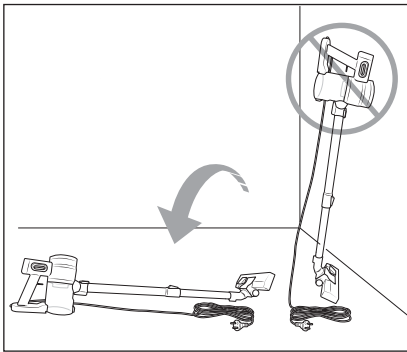

Fig. 4
- ▶ Nu încercați să așezați aspiratorul în poziție verticală atunci când, pentru un timp, doriți să îl opriți sau să îl lăsați din mână. Pentru aceasta, introduceți aspiratorul în suportul pentru perete 10 sau așezați-l pe podea (a se vedea fig. 4 și 5). În caz contrar, aspiratorul se poate răsturna din cauza centrului său de greutate ridicat, se poate deteriora și, în anumite situații, poate deteriora alte obiecte la răsturnarea sa.